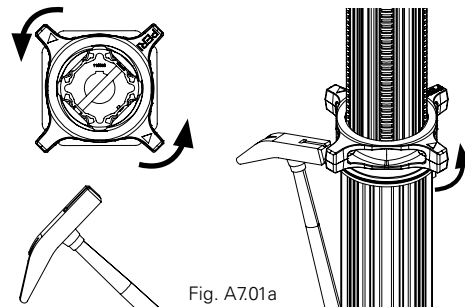

Fig. A7.01a
- hammering lowering cam (Fig. A7.01a)